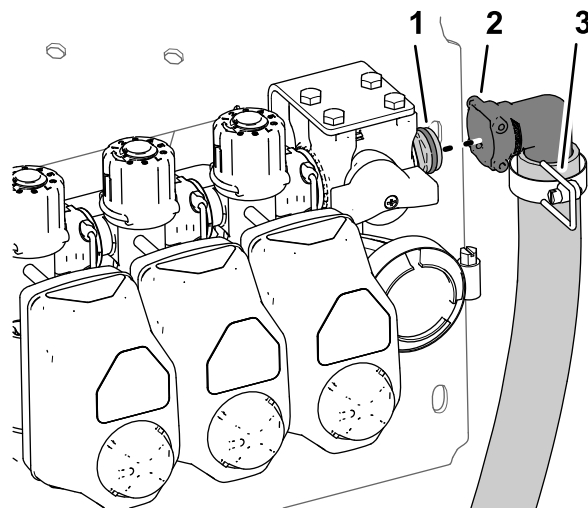

Figura 44
- Retire la horquilla de retención que sujeta el conector dentado de 90° de la manguera de desvío al conector de desconexión rápida de la válvula de desvío en la válvula de sección del brazo derecho, y separe la manguera y los conectores de las válvulas (Figura 44).